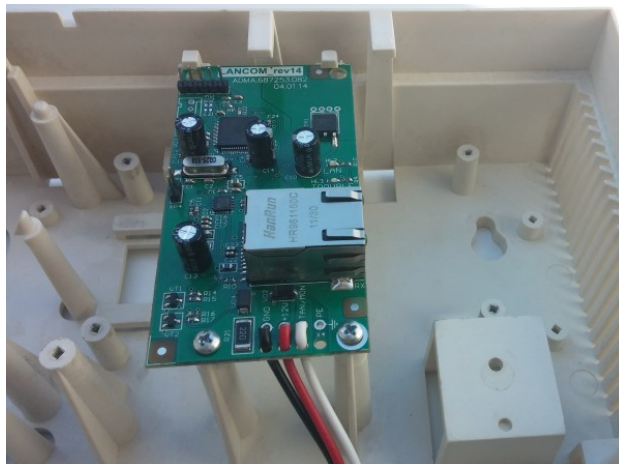

Рисунок 33. Коммуникатор «LanCom» rev.14 в корпусе прибора
2. Установить коммуникатор в корпус прибора (для «LanCom11» rev.14 – рисунок 33, для «LanCom23» – в свободном месте корпуса) и соединить с платой ППКОП и сетью Ethernet согласно схеме на рисунке 43;